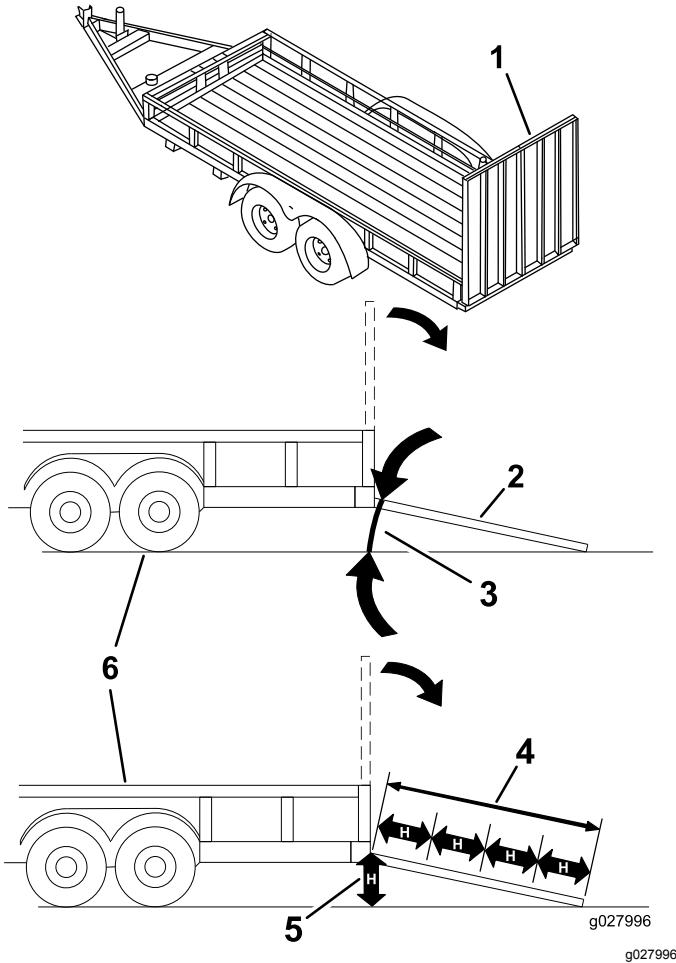

Рисунок 30
При погрузке машины на прицеп или грузовик повышается вероятность опрокидывания, что может привести к получению тяжелой травмы или гибели (Рисунок 30).
3. Опустите наклонный въезд, убедившись в том, что угол между наклонным въездом и землей не превышает 15 градусов (Рисунок 30).
1. Опустите наклонный въезд, убедившись в том, что угол между наклонным въездом и землей не превышает 15 градусов (Рисунок 30).